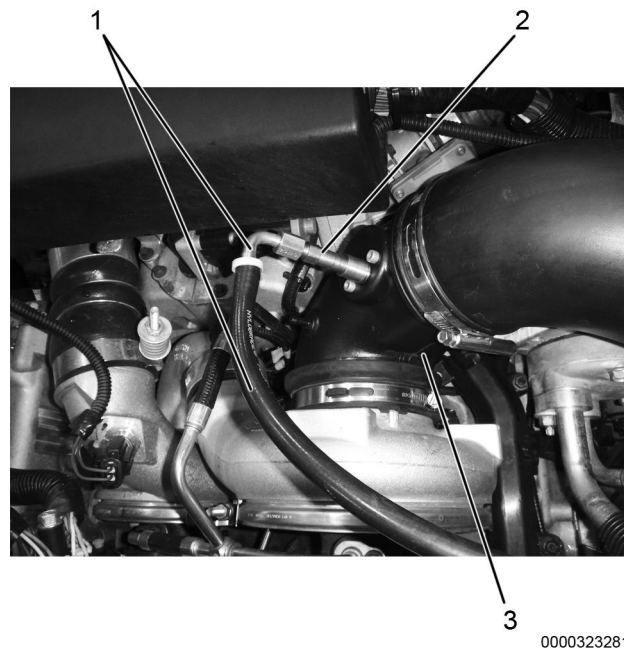

Figure 11. Ensemble d'injecteur
18. Connectez l'ensemble d'injecteur (figure 11, élément 2) à l'adaptateur de l'admission du turbo (figure 11, élément 3). Serrez fermement l'ensemble d'injecteur.
19. Connectez le tuyau d'alimentation de la solution de nettoyage (figure 11, élément 1) à l'injecteur Serrez fermement le tuyau d'alimentation de la solution de nettoyage.
3. Retirez le tuyau d'alimentation de la solution de nettoyage (figure 11, élément 1) à partir de l'injecteur.
4. Retirez l'ensemble d'injecteur (figure 11, élément 2) de l'adaptateur d'admission du turbo (figure 11, élément 3).